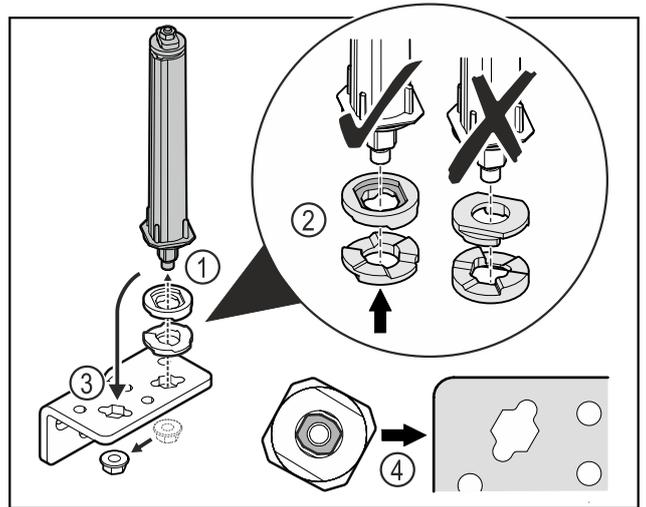

Fig. 40
- ▶ Mutter lösen und Türschließsystem entfernen Fig. 40 (1).
- ▶ Auf die korrekte Ausrichtung der Höhenverstellerscheiben achten Fig. 40 (2).
- ▶ Türschließsystem im Scharnierwinkel umsetzen und mit der Mutter fixieren Fig. 40 (3).
- ▶ Beim Einsetzen auf die korrekte Ausrichtung des Türschließsystems achten Fig. 40 (4).